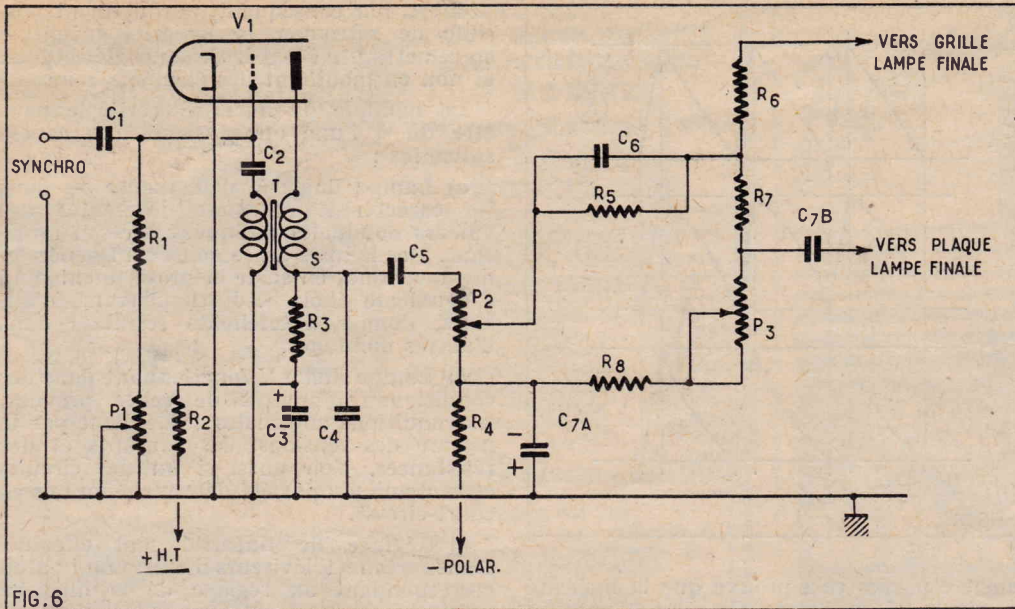

FIG. 6
c) Réglage de linéarité mal effectué. Dans certains téléviseurs il existe un bouton correspondant au réglage de la linéarité verticale. Il se peut que quelqu'un ait touché à ce bouton au cours du dépannage ou d'une vérification. Un exemple de réglage de linéarité est celui effectué avec le potentiomètre  $R_2$ . Il en existe d'autres agissant soit sur les circuits correcteurs, soit sur un dispositif de contre-réaction (voir fig. 6).
Il existe de nombreuses variantes d'oscillateurs blockings parmi lesquelles celle de la figure 6 est très répandue en France. Les valeurs des éléments sont les suivants dans un montage blocking adopté par une marque réputée :
Résistances (fig. 6).